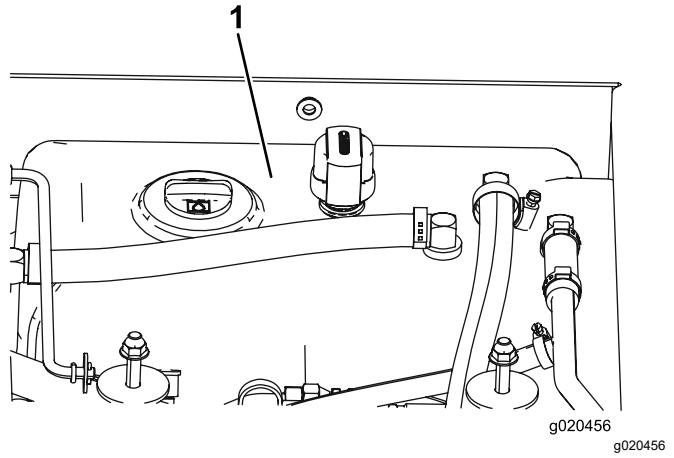

Bild 79
4. Füllen Sie den Hydraulikbehälter (Bild 79) mit Hydrauliköl, siehe Hydrauliköl – technische Angaben \(Seite 68\).